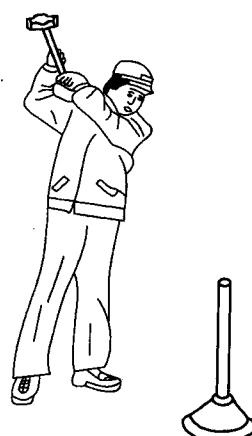

图 2-7 坚向抡打的举锤姿势
- 3) 起锤时，两手握锤自然下垂（以求省力）靠近身体右侧，以右肩关为轴将锤从前下方送到身后上方，直至举起成图 2-7 所示的姿势。